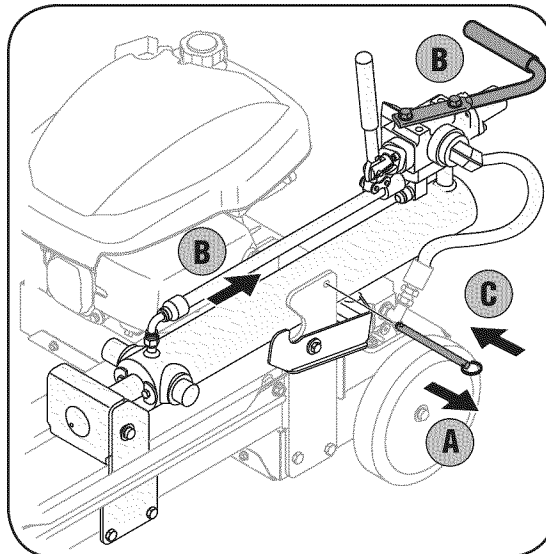

Figura 3-4
9. a. Retire la clavija de fijación de la base del cilindro. Vea la Figura 3-4.